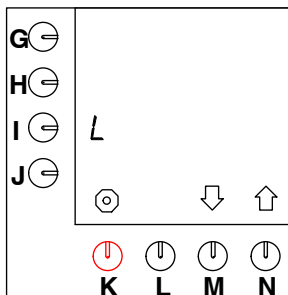

Fig. 22 Standard forhåndsinnstilt enhet = L (liter)
- Dette er den forhåndsinnstilte standardinnstillingen (fig.22).